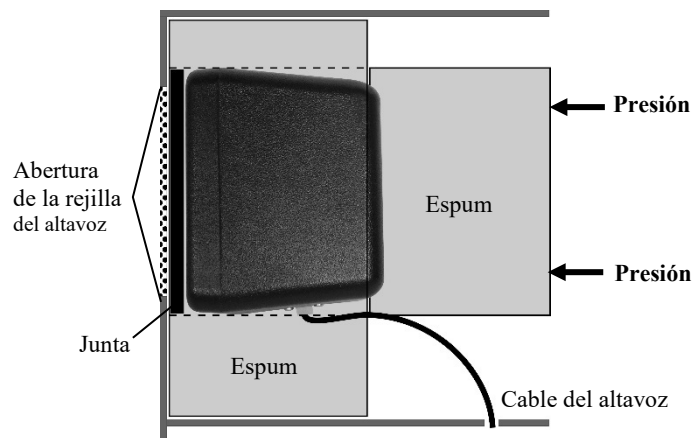

Figura 23. SP10 en el poste del altavoz, tablero del menú o recinto
2. Coloque el altavoz dentro del poste del altavoz o el tablero del menú, con la junta centrada contra el interior de la rejilla del altavoz, como se muestra en la **Figura 23**. El conector del cable se puede enviar al otro lado. Alinee la abertura en la junta con la abertura de la rejilla.
8. Coloque la espuma alrededor de los costados y atrás del altavoz como se muestra en la **Figura 23**.